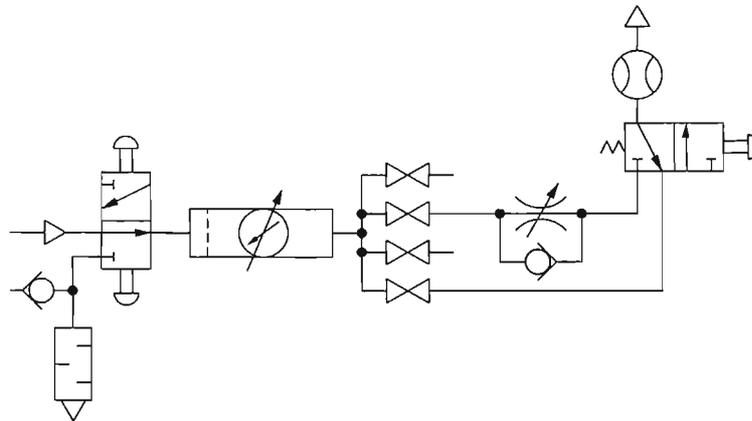

**Figura 3-5. Diagrama esquemático de un circuito utilizando una DCV para seleccionar un circuito en derivación.**
- 14. Modifique el circuito como se muestra en la Figura 3-5. Conecte la unidad de acondicionamiento al orificio OUT (SALIDA) de la válvula de control direccional.